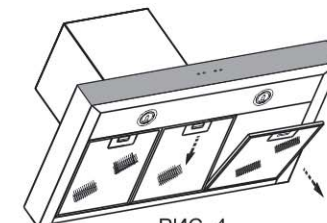

РИС. 4
8.3 Для очистки алюминиевого фильтра извлеките его из зонта (рис. 4) и произведите очистку с помощью щетки горячим водным раствором нейтрального моющего средства вручную или в посудомоечной машине (при 60°C).
- перед установкой зонта снимите алюминиевые фильтры, для этого нажмите на пружинный замок на фильтре и потяните фильтр вниз и на себя (рис. 4);